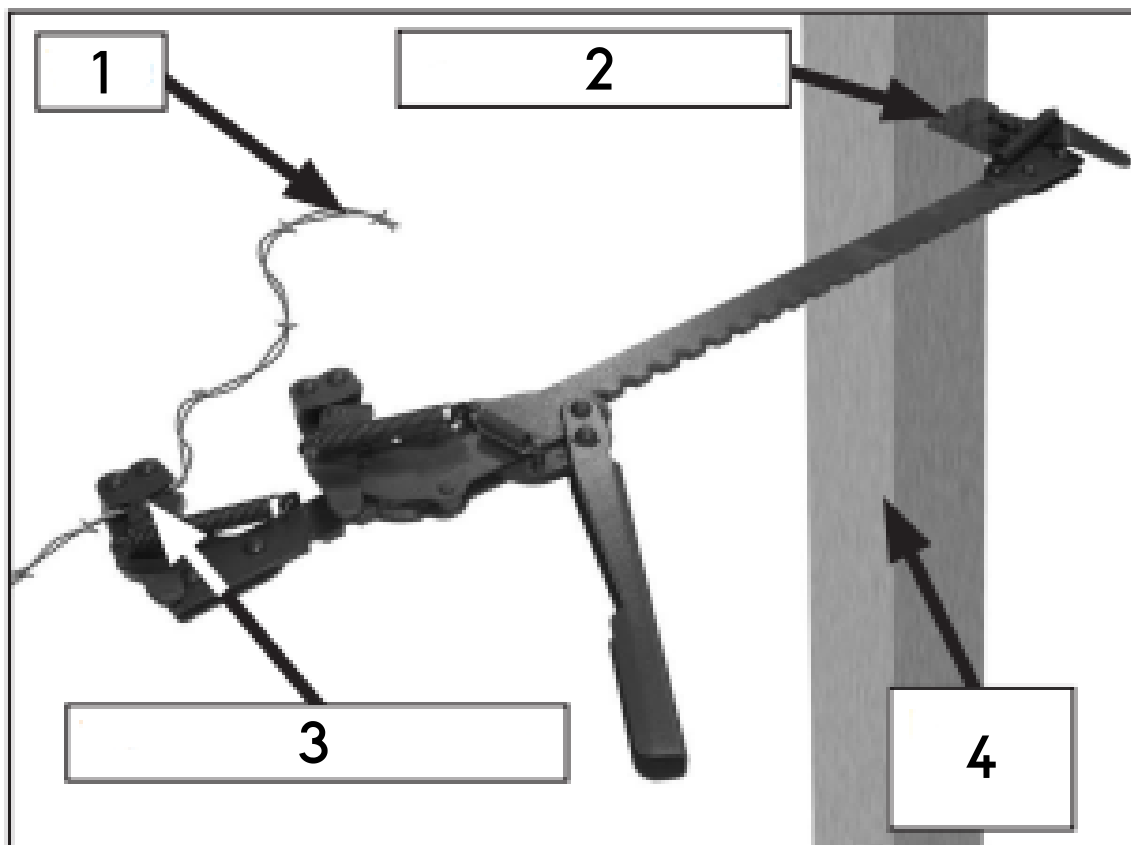

Figure 3
2. Serrez le fil dans le crochet d'arrêt des mâchoires de serrage, puis attachez le crochet fixe au poteau de clôture (fig. 3).